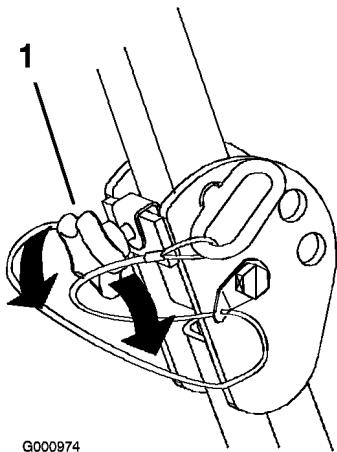

Figure 6
1. Pour abaisser l'arceau de sécurité, desserrez les boutons avant (Figure 6).
Important: Serrez les boutons avant contre les extrémités centrales de l'arceau de sécurité (Figure 6).